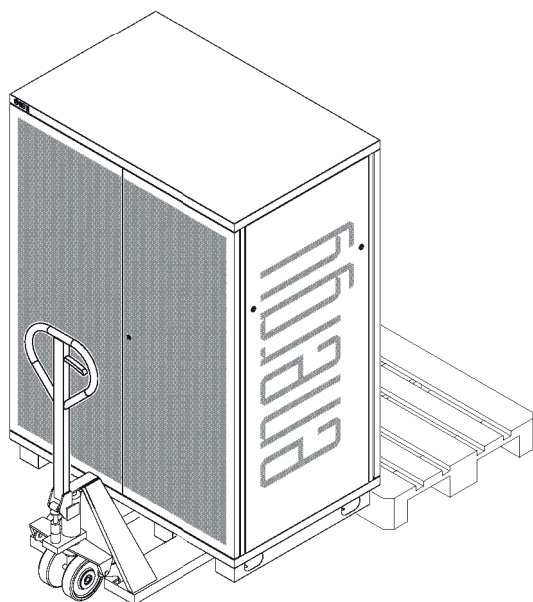

Fig. 4.21
9. Procedere alla rimozione del prodotto dal pallet (Fig. 4.21).